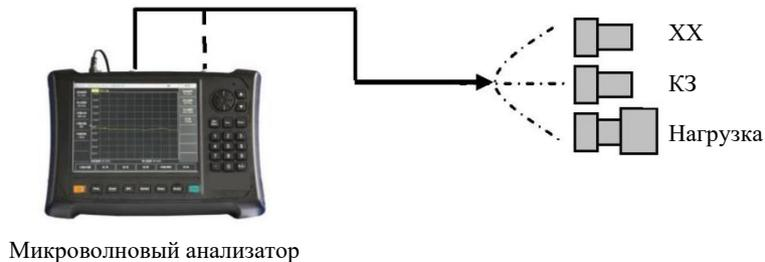

Рис. 4-15 Блок схема теста для измерения эффективной направленности, эффективного согласования источника и эффективной поправки на отражение
- 3) Нажмите [Calibrate]→[Cal Kit], выберете подходящий калибровочный набор, затем нажмите [M Cal]→[One Port S11]. В соответствии с рис. 4-15 выполните калибровку с использованием калибровочных мер "OPEN", "LOAD" и "SHORT";
- 3) Нажмите [Calibrate]→[Cal Kit], выберете подходящий калибровочный набор, затем нажмите [M Cal]→[One Port S11]. В соответствии с рис. 4-15 выполните калибровку с использованием калибровочных мер “OPEN”, “LOAD” и “SHORT”;